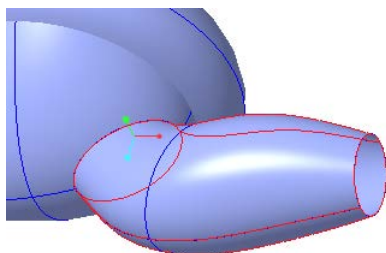

图 13-133 创建边界混合曲面 2
④ 在“边界混合”选项卡中单击“完成”按钮 ，创建的该边界混合曲面如图 13-133 所示。